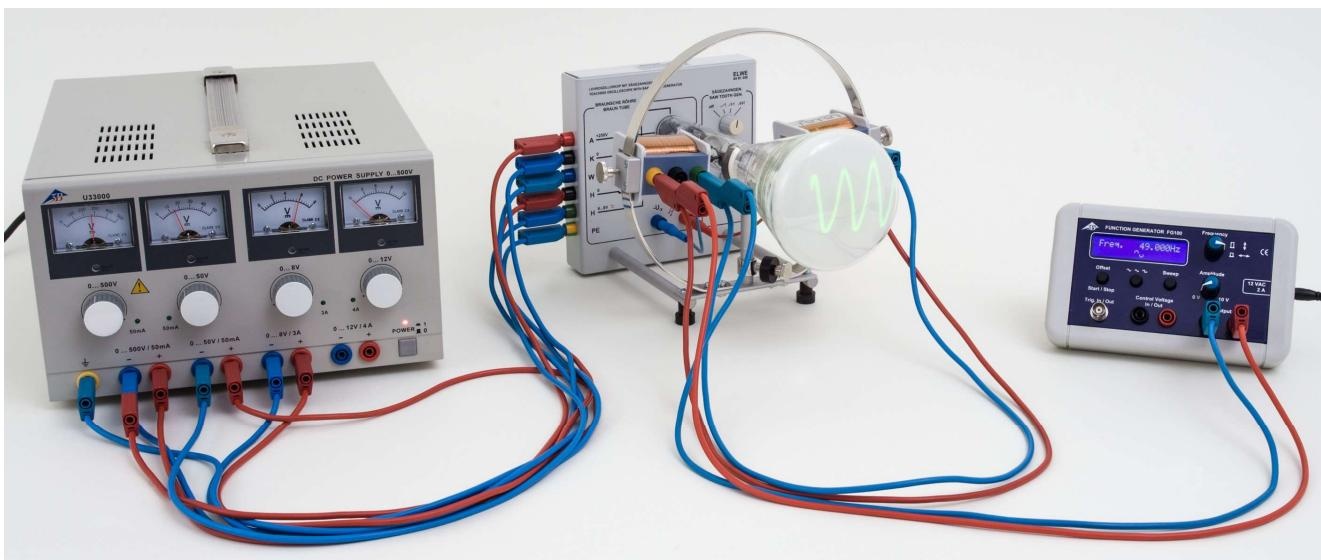

Fig. 1 :Agencement de la mesure.
- Una variación de la frecuencia en el generador de funciones hace necesario una adaptación de la frecuencia de los dientes de sierra en el tubo para obtener una representación de acuerdo con la Fig. 1.